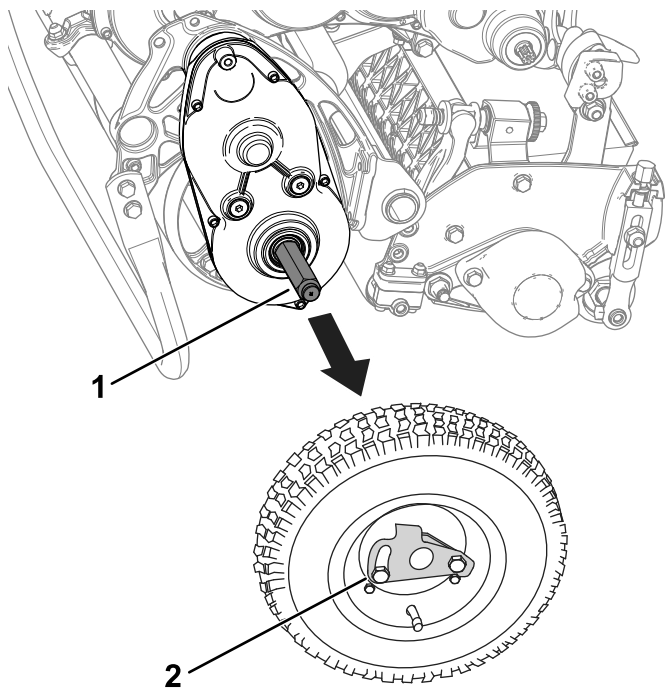

Figura 12
3. Retire las ruedas de transporte empujando los clips de retención de las ruedas para sacarlos de los ejes (Figura 12).